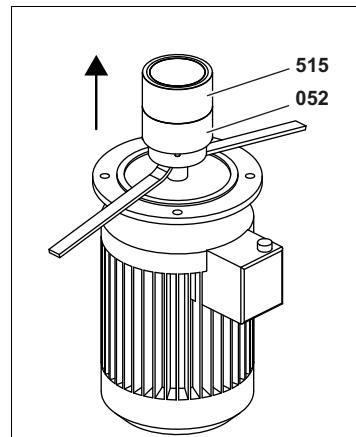

Fig. 2
4. Retirer le moyeu d'accouplement **052** et le rotor extérieur **515** de l'arbre moteur avec des leviers de montage, voir Fig. 2, page 31.